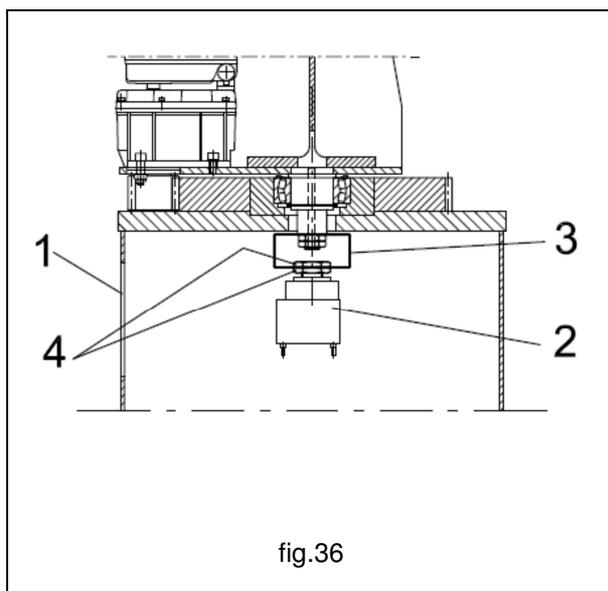

fig.36
- Introdurre, dalla finestra di ispezione **1** situata all'estremità della colonna, il collettore **2** e inserirlo nel supporto collettore **3**. Bloccare il collettore tramite dado e controdado **4**. (fig. 36)